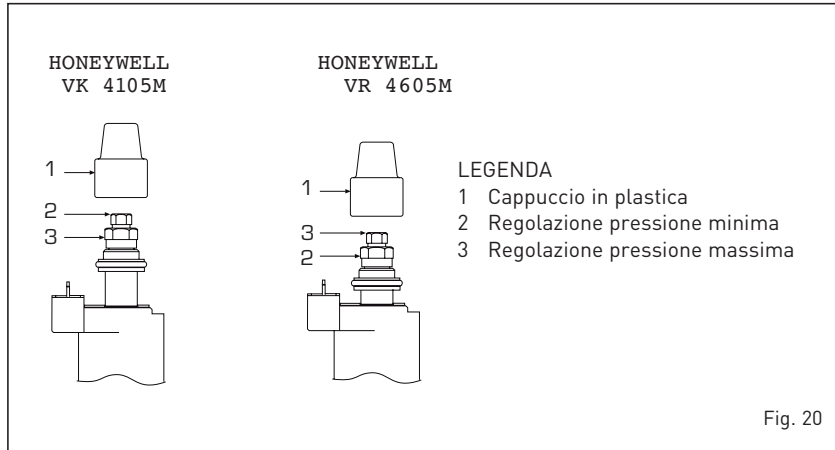

Fig. 20
4.1.1 Regolazioni pressioni valvola (fig. 20)